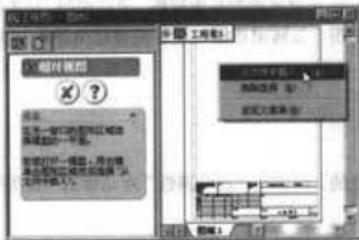

图 6-43 选择“从文件中插入”命令
- (1) 打开工程图文件。
- (2) 单击工程图工具栏中的 $\blacksquare$ （相对视图）工具，或单击菜单栏中的“插入” $\rightarrow$ “工程视图” $\rightarrow$ “相对于模型”命令，显示“相对视图”属性管理器，光标指针形状在图形区域中变为 $\diamond\diamond$ 。
- (3) 如图 6-43 所示，鼠标右键单击图形区域，然后在快捷菜单中选择“从文件中插入”命令。